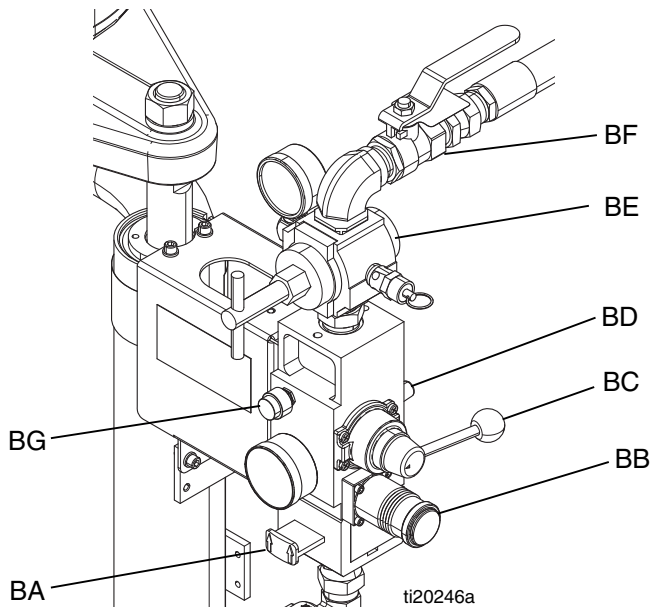
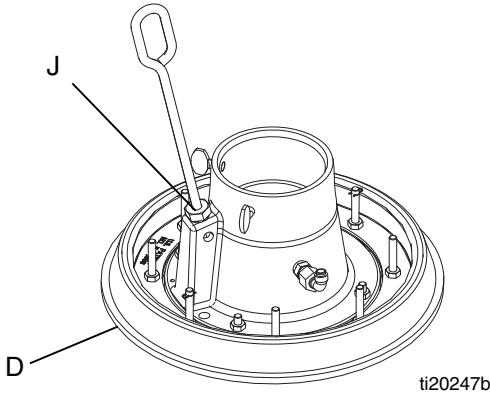

FIG. 2. Controles de aire integrados
FIG. 9
| G | Controles neumáticos integrados (consulte FIG. 2 en la página 6) | | |
2. Vea FIG. 2, página 6.
- a. Cierre la válvula de bola del motor neumático (BF) y la válvula deslizante principal de aire (BA).
- b. *Si el émbolo se encuentra en una posición elevada, coloque la válvula directora del émbolo (BC) hacia ABAJO. El émbolo bajará lentamente.*
2. Consulte la FIG. 1 y FIG. 2. Cierre todos los reguladores y válvulas de aire.
3. Abra la válvula deslizante principal de aire (BA) y ajuste el regulador de aire del émbolo (BB) en 0,31 MPa (3,1 bar, 45 psi). Coloque la manija de la válvula directora (BC) hacia ARRIBA y permita que el émbolo se eleve a su altura completa.
- Coloque un bidón de fluido lleno en la base del émbolo, deslícelo hacia atrás contra los topes para bidón y céntralo debajo del plato (D). Consulte FIG. 9.